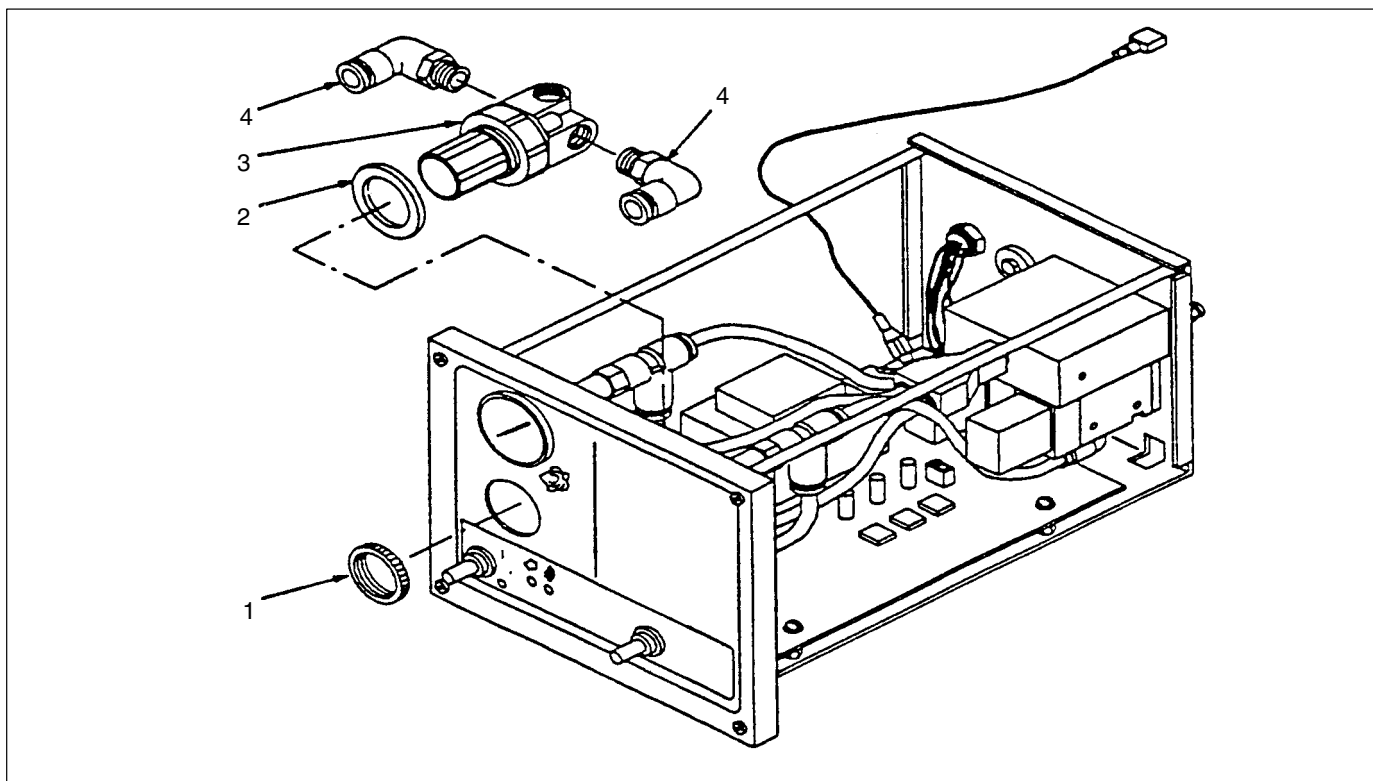

Fig. 6-4 Remplacement du régulateur d'air
2. Cf. fig. 6-4. Débrancher les conduites pneumatiques des coudes montés sur le régulateur.
3. Dévisser les écrous moletés (1) du régulateur.
4. Démontez le régulateur (3) et le joint d'étanchéité (2) du panneau frontal. S'il est en parfait état, mettez de côté le joint d'étanchéité pour réutilisation.